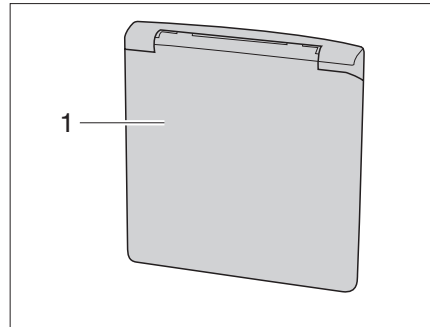

Bild 9 Lucka för 230 V-anslutning
- ▶ Ta tag i den utvändiga luckan (Bild 9,1) underifrån och vrid uppåt.
- ▶ Fäll ned den utvändiga luckan (Bild 9,1) och tryck till.